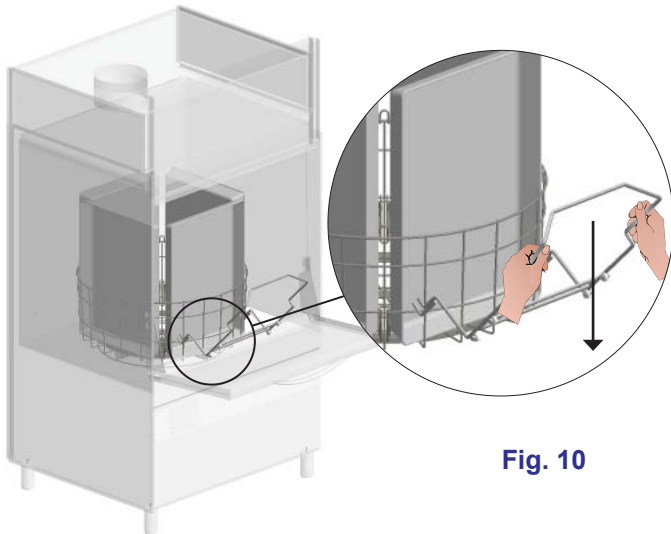

Fig. 10
f) Un carrello solleva cesto. Agganciare il cesto con il supporto carrello come nella fig. 10.